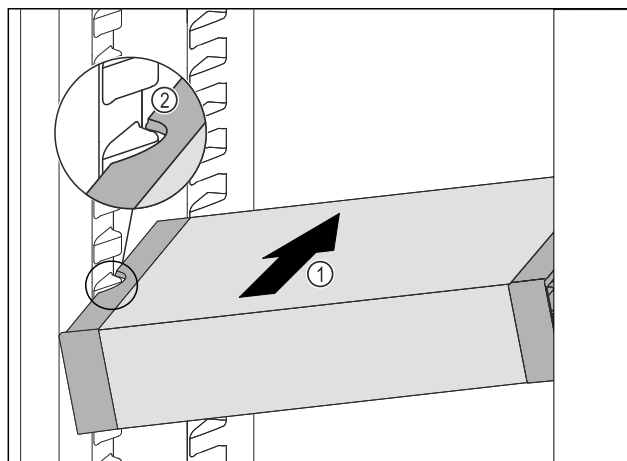

Fig. 102
- ▶ VarioSafe gurajte koso u hladnjak Fig. 102 (1) sve dok se bočni otvori Fig. 102 (2) ladice VarioSafe ne nađu na visini žlijeba spremnika u hladnjaku.